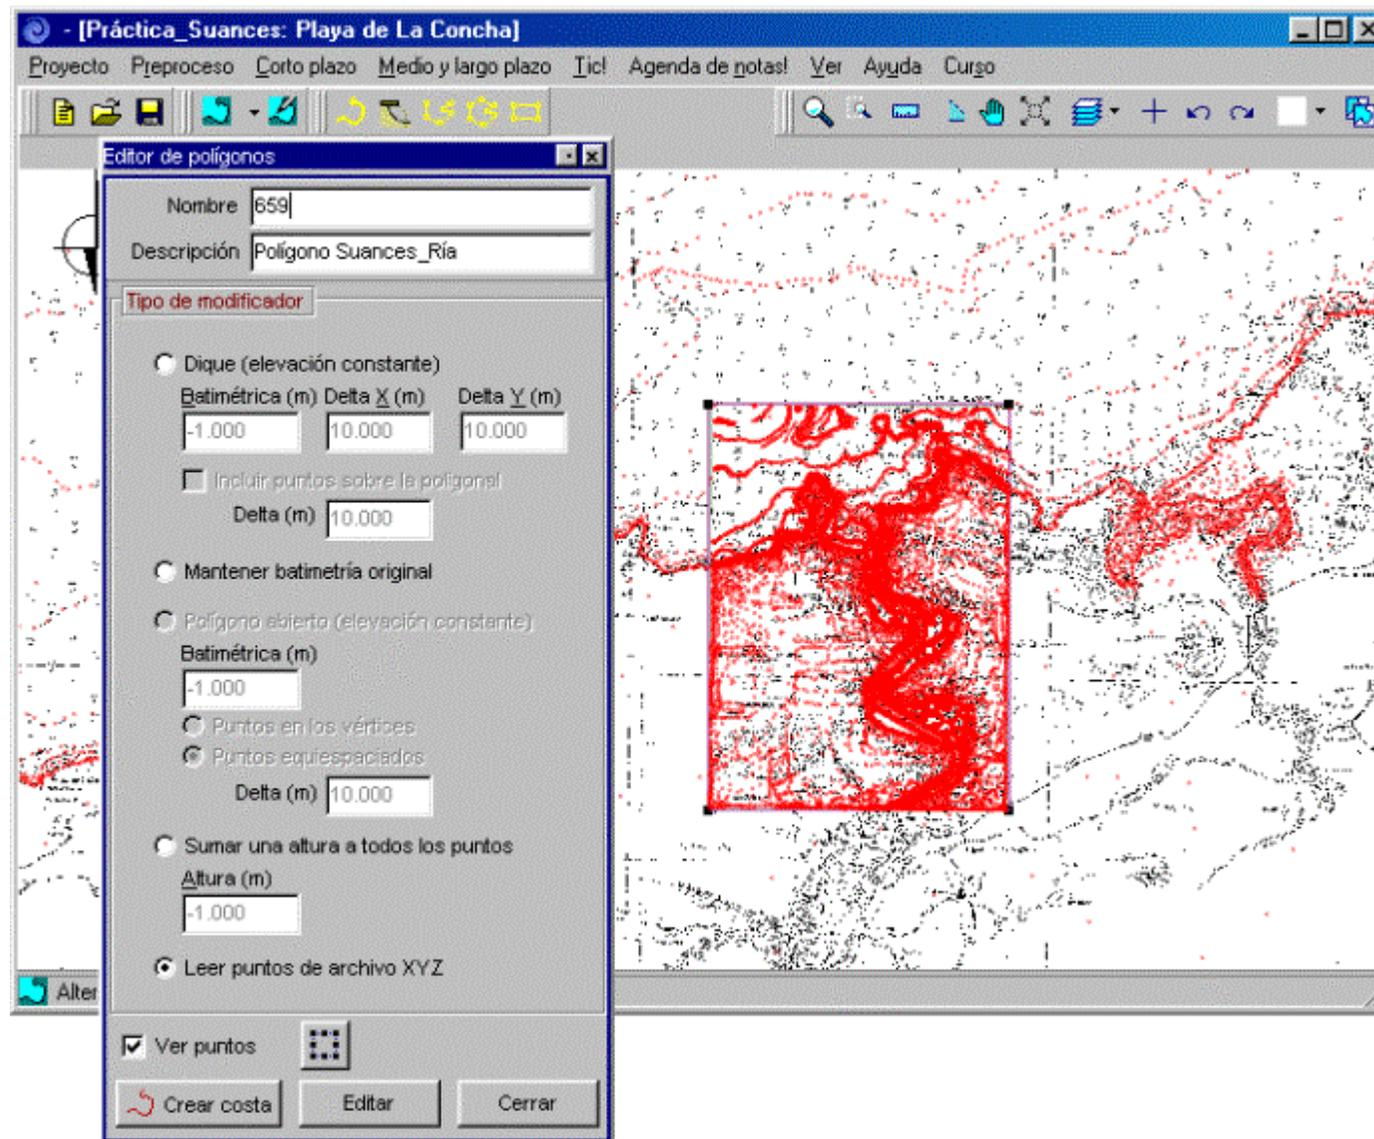

Figura 7.25
- Realizar las mismas operaciones que en el apartado anterior, pero ahora con el polígono 659. Utilizar la herramienta de zoom rectangular para acercarse a este polígono. Escribir como descripción del polígono “Polígono Suances_Ría” (ver figura 7.25).